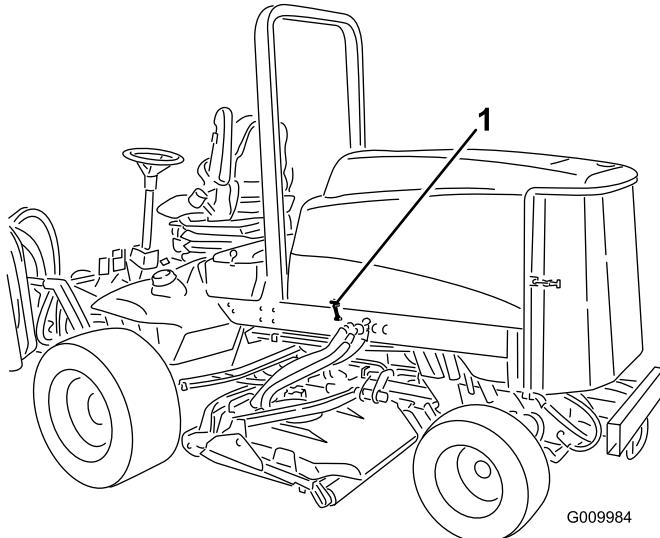

Figura 20
1. Rilasciate i fermi e il perno del cofano (Figura 20) e aprirete il cofano.